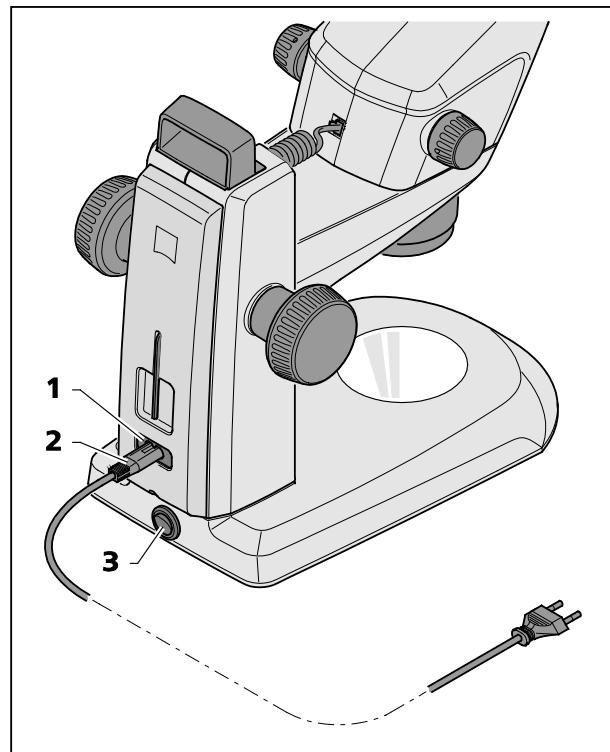

图17 连接立体显微镜
- 将电线（图17/2）插入镜臂的电源连接槽（图17/1）。
- 将电线（图17/2）插入某个电源插座。
- 通过电源开关（图17/3）打开或关闭立体显微镜。